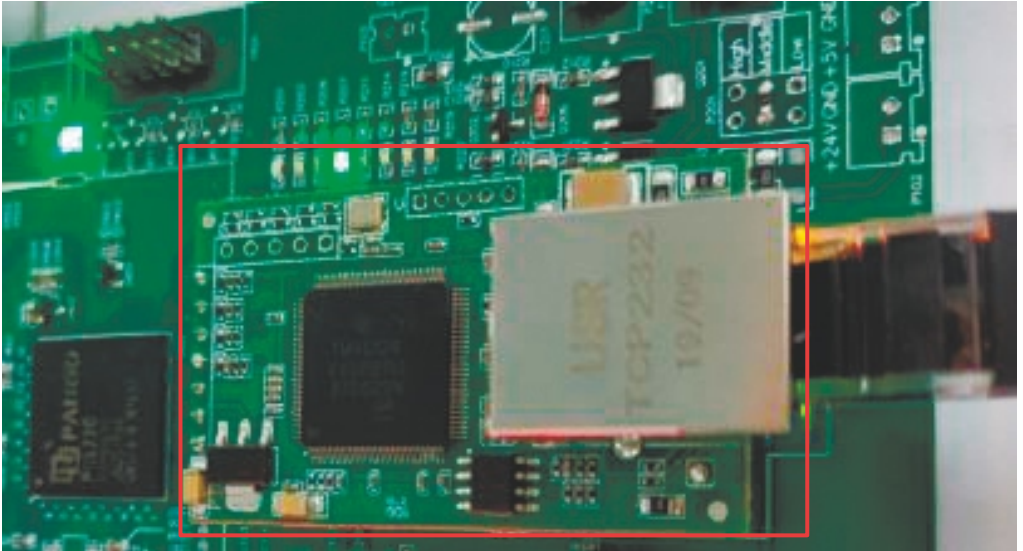

Рисунок 1-15
1. Вставьте TCP232 в плату RF4201, как показано на рис. 1-15.